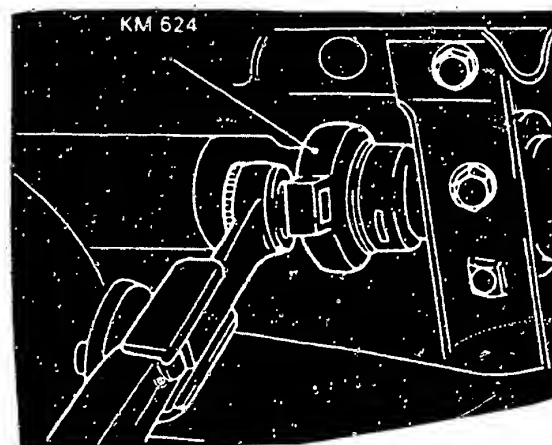

Bild 35 Lösen der Befestigungsmutter des Gelenkwellen-Schiebestückes mit Spezialwerkzeug.
- Befestigungsmutter des Gelenkwellen-Schiebestückes um ca. 1 Umdrehung lö-sen (KM-624, Bild 35)